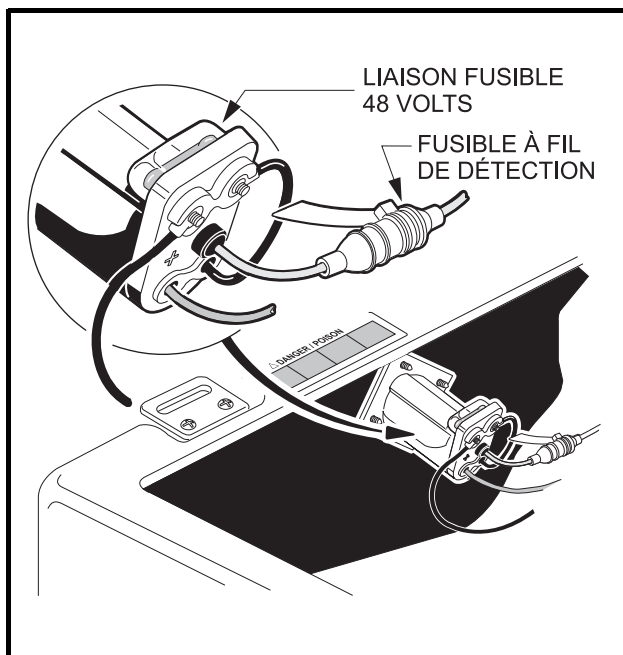

Figure 32 Liaison fusible de prise
Véhicules Villager : À titre de protection supplémentaire des batteries et du circuit de charge contre les surcharges, la prise des véhicules électriques est munie d'une liaison fusible (**Figure 32**). Si le chargeur ne se déclenche pas lorsque le véhicule est mis en charge, regarder la liaison fusible. **Voir AVERTISSEMENT ci-dessous.**
- Ne jamais modifier le câblage de façon à contourner le fusible à fil de détection gris (Figure 32).